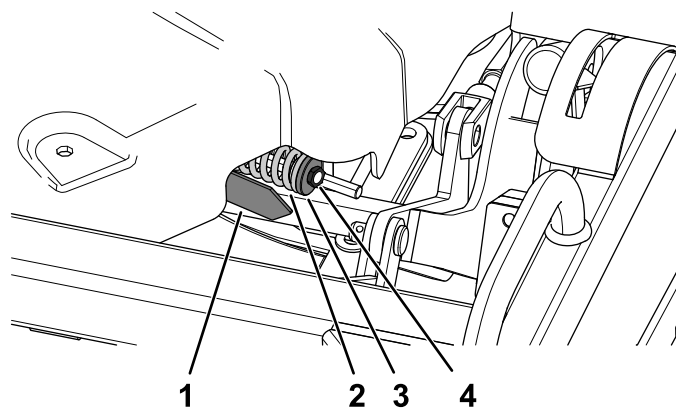

Figure 132
4. Desserrez ou serrez l'écrou de blocage jusqu'à ce que la flèche de l'indicateur de tension soit alignée sur la surface extérieure de la rondelle (Figure 132).